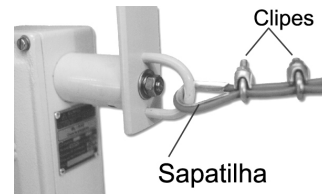

Fig. 7 – Laçada do cabo de aço
- 6.3 Fixar o cabo de aço na alça de emergência, olhais do esticador e alça de detecção de cabo frouxo. Em todos estes pontos, deve ser feita uma laçada conforme mostrado na fig.7. Dentro da laçada do cabo deve ser colocada uma sapatilha para proteger o cabo de aço neste ponto. A laçada é fechada com 2 cliques. Deixar frouxo os cliques que ficam junto ao olhal do esticador para facilitar o ajuste do esticamento do cabo (item 6.4). Todos os outros cliques devem ficar bem apertados.